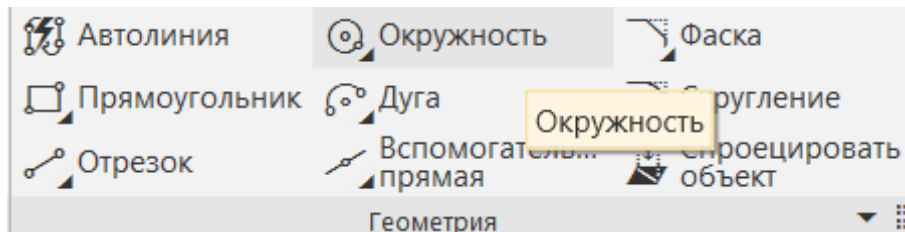
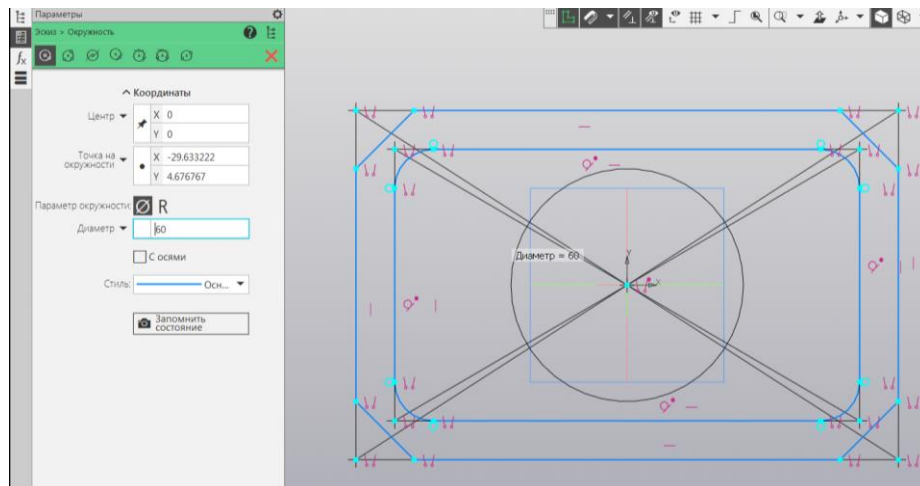
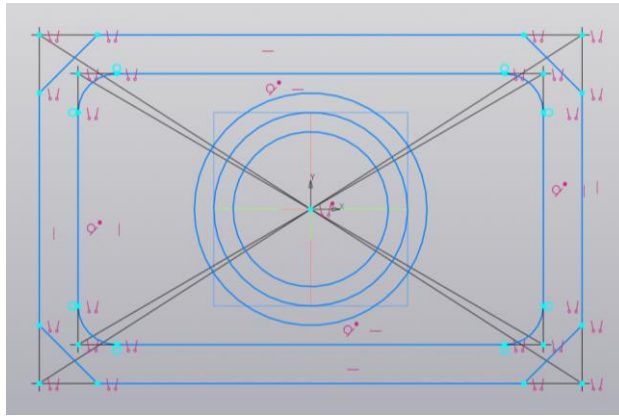

Рисунок 12 – Вызов опции Окружность
Рисунок 13 – Построение окружности
Рисунок 14 – Результат создания 3 окружностей
9. Выполняется формирование 3 центральных окружностей. Вызывается опция Окружность (рисунок 12). Указывается центральная точка, в качестве базовой, вводится в Параметрах значение Диаметра окружности (рисунок 13). По такому алгоритму формируются три окружности диаметрами 60, 50 и 40 мм (рисунок 14).